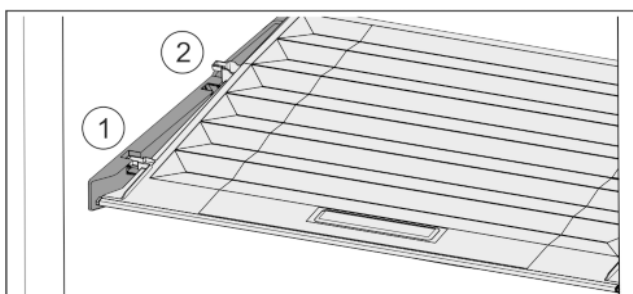

Fig. 30
- ▶ Pokrywę pociągnąć do przodu Fig. 30 (1), aż otworzy się w elementach trzymających.
- ▶ Podnieść tył od dołu i w wyjąć Fig. 30 (2) go do góry.